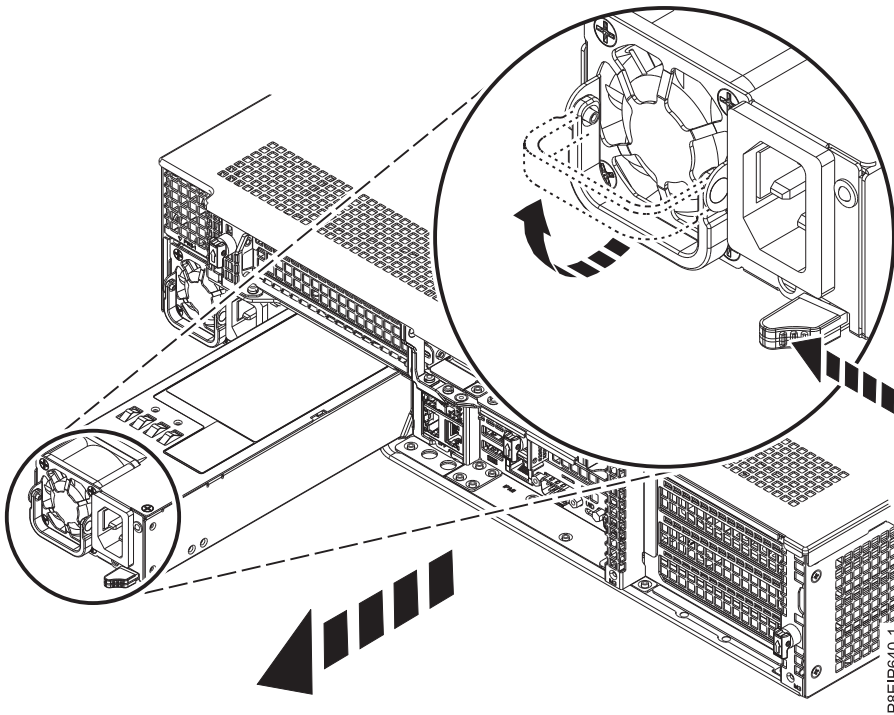

図 55. システムから電源装置を取り外す
- a. システム内の所定の位置から電源装置を取り外すには、ロッキング・タブを左方に押します (図 55 を参照)。